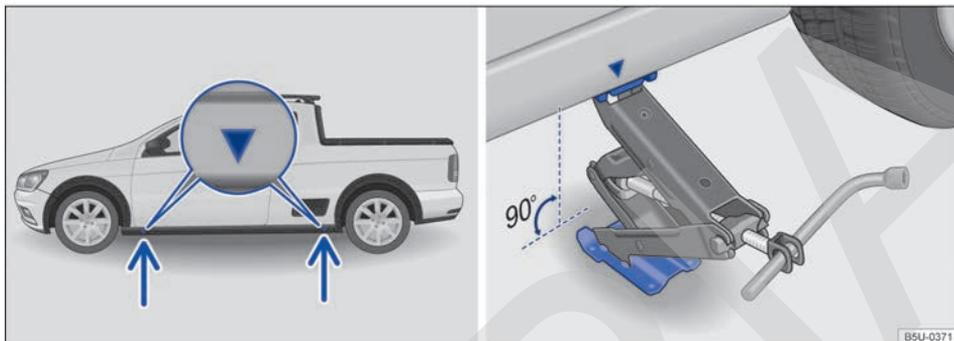

Fig. 173 Puntos de apoyo del gato y gato posicionado atrás en el lado izquierdo trasero del vehículo.
El gato únicamente puede ser posicionado en los puntos de apoyo indicados (marca en la carrocería) → fig. 173. Es válido el punto de apoyo ubicado próximo a la rueda correspondiente → ⚠️.
7. Buscar debajo del vehículo el punto de apoyo del gato → fig. 173 más cerca de la rueda que se debe cambiar.
9. Garantizar que la base del gato, con toda su superficie, esté sobre el piso y que la base se encuentre perpendicularmente por debajo del punto de colocación → fig. 173.
10. Alinear el gato y, simultáneamente, levantar la garra del gato hasta que se encaje en el travesaño debajo del vehículo → fig. 173.
- Posicionar el gato únicamente en los puntos indicados. La garra del gato debe encajarse en el perfil del larguero de forma segura → fig. 173.